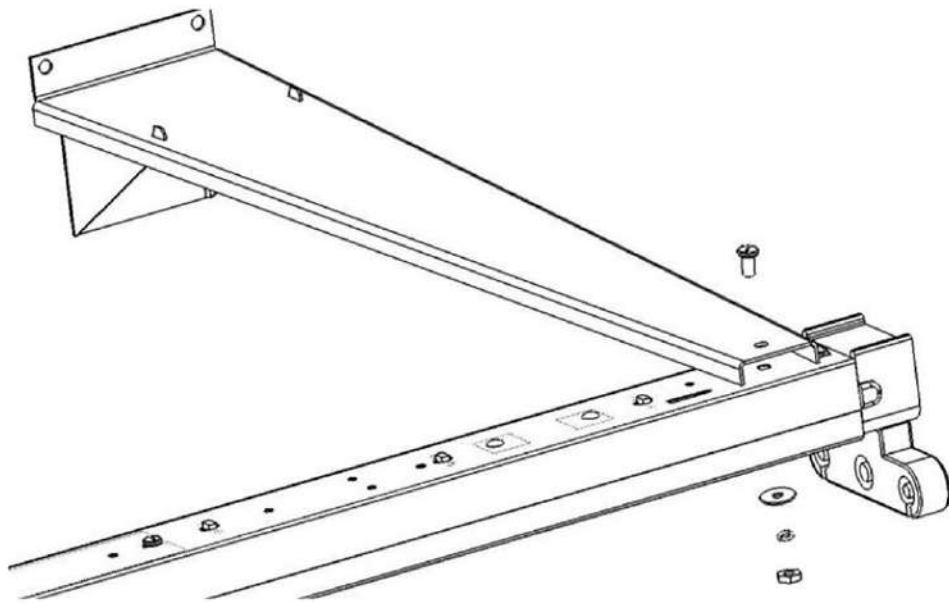

Рис. 11
5.9. В случае необходимости установки светильника на расстоянии от стены, применяется система кронштейнов, монтируемая согласно Рис.11. В комплект поставки, помимо двух видов кронштейнов, входят: Винт М5х16-2 шт.; гайка М5-2 шт.; шайба 5х16-2 шт.; гройвер -2 шт.